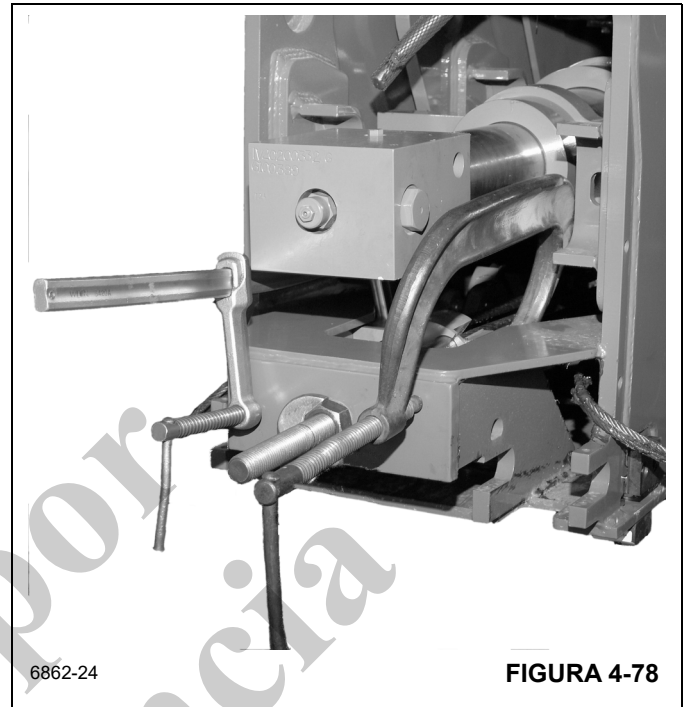

FIGURA 4-78
26. Fije el conjunto de anclaje cuidadosamente al miembro soldado de anclaje de la sección central interior (Figura 4-78).